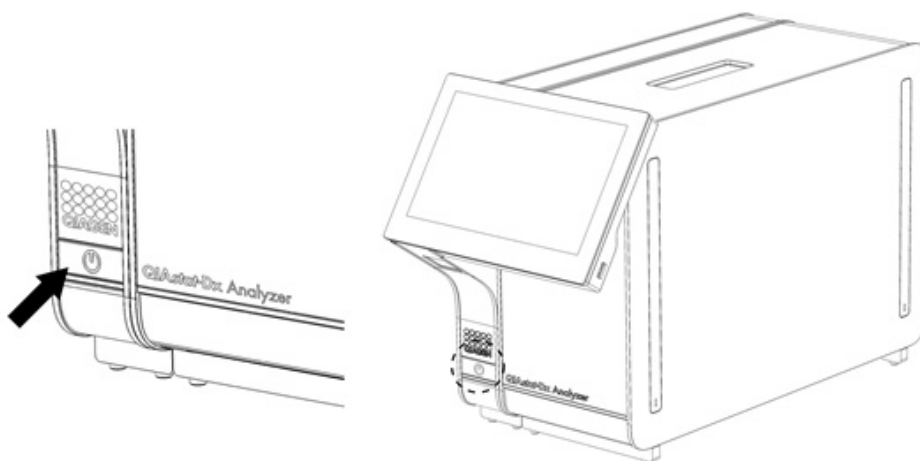

Bild 22 Tryck på ON/OFF-knappen för att starta instrumentet.
1. Tryck på ON/Off (På/Av)-knappen på framsidan på QIAstat-Dx Analyzer 1.0 för att starta enheten (bild 22).